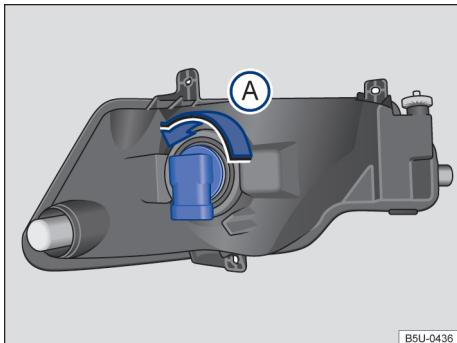

Fig. 111 Atrás do para-choque dianteiro: acesso à lâmpada incandescente do farol de neblina.
3. Girar o soquete da lâmpada → Fig. 111, no sentido anti-horário da seta , e desencaixá-lo do alojamento.